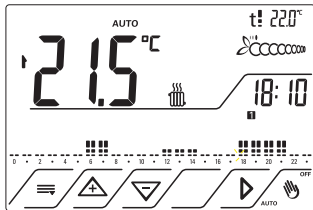
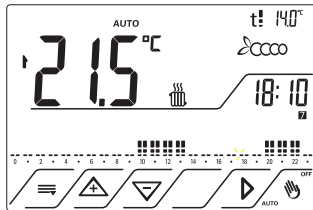

Fig.5
Fig.6
- Programma di Riscaldamento per i giorni da Lunedì a Venerdì fig.5; per il Sabato e Domenica fig.6. I livelli di temperatura impostati sono: